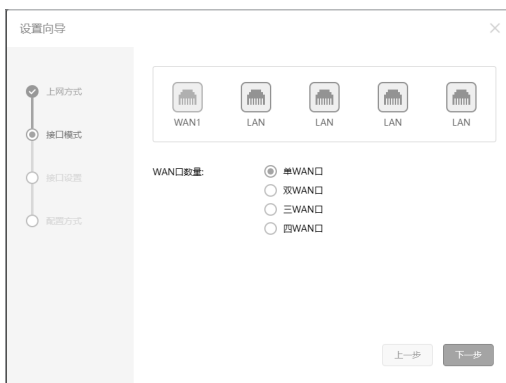

图4-3 接口模式设置
5. 进入接口模式设置,如图4-3所示,根据实际需求进行选择WAN口数量,单击“下一步”。